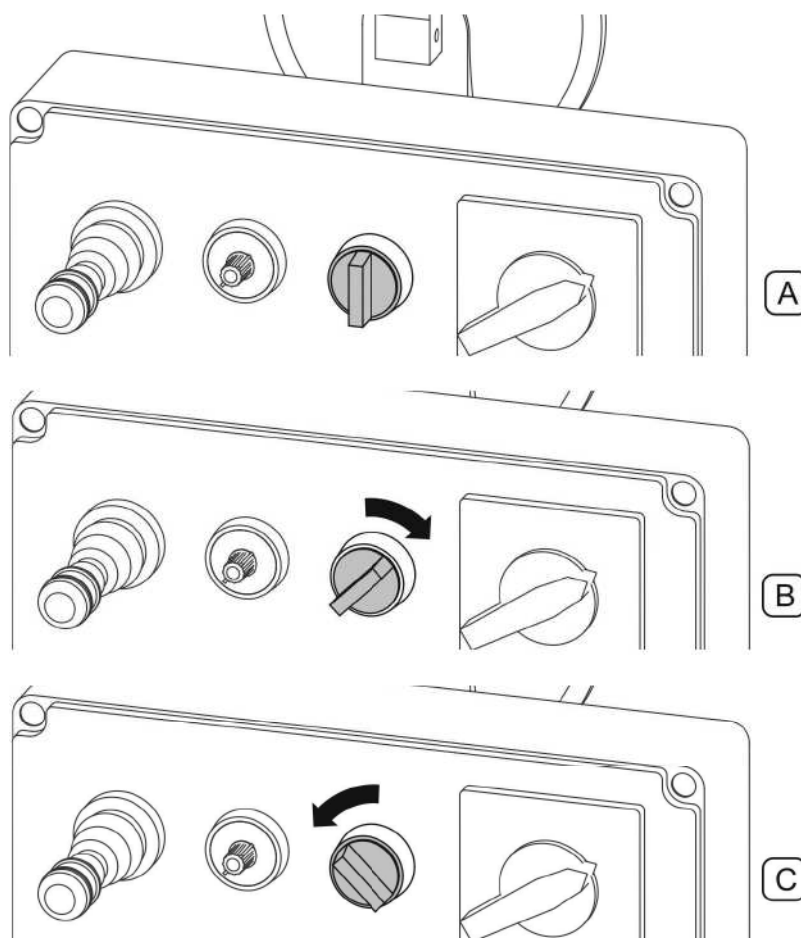
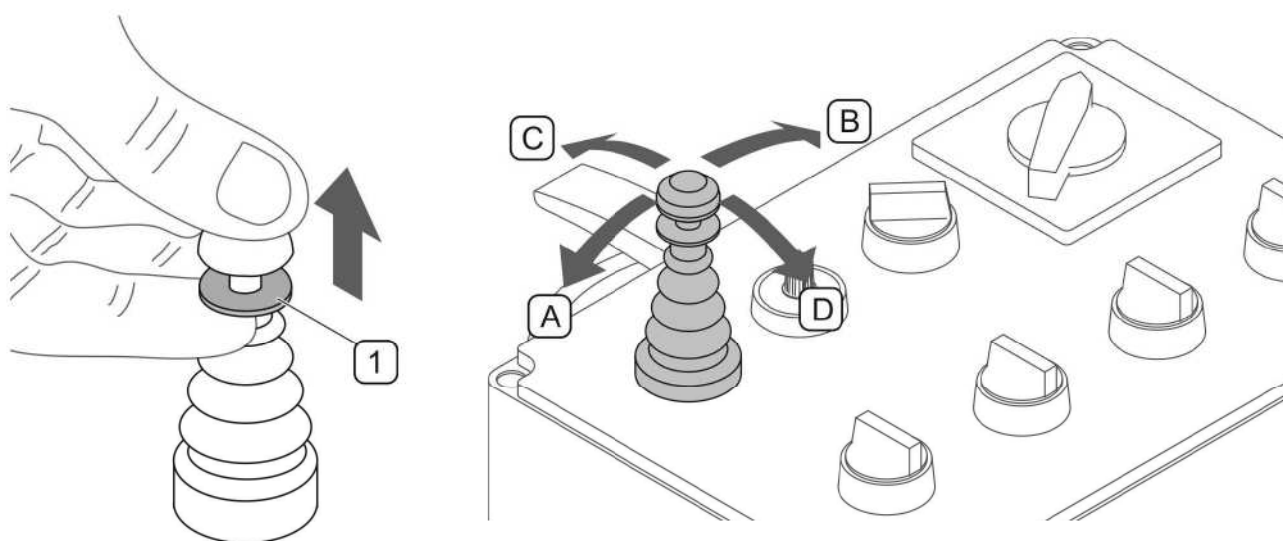

РИСУНОК 4.10А Выключатель подметающего механизма
РИСУНОК 4.13А Управление подъемом и опорожнением бункера для мусора
Для включения, выключения и подъема подметающего механизма служит трехпозиционный выключатель (РИСУНОК 4.10А). Переключение выключателя влево (С) "подметание") приводит к опусканию подметающего механизма до рабочего положения и включению привода щеток. Чтобы выключить привод щеток, необходимо переключить выключатель снова в центральное положение (А). Чтобы поднять подметающий узел, необходимо переключить выключатель вправо (В) в положение "подъем" и придержать в этом положении. Выключатель не имеет фиксации в положении (В) "подъем", отпущенный выключатель возвращается в центральное положение "выключен".
(1)- отблокирование многофункционального рычага; (А)- закрытие бункера для мусора; (В)- открытие бункера для мусора; (С)- подъем бункера; (D)- опускание бункера;
Подъем и опускание, открытие и закрытие бункера для мусора следует выполнять при выключенном подметании (РИСУНОК 4.10А положение А). Открытие, закрытие, подъем и опускание бункера для мусора осуществляется с места водителя при помощи многофункционального рычага (РИСУНОК 4.13А). В нейтральном положении рычаг заблокирован от случайного включения. Для отблокировать рычаг нужно подтянуть вверх кольцо (1) на стержне рычага.
Подъем бункера позволяет выгружать мусор непосредственно в кузов прицепа. Чтобы поднять бункер необходимо перевести рычаг (РИСУНОК 4.13А) вперед (С) и поднять бункер на необходимую высоту. Маневрируя трактором, установить бункер над местом выгрузки и открыть.